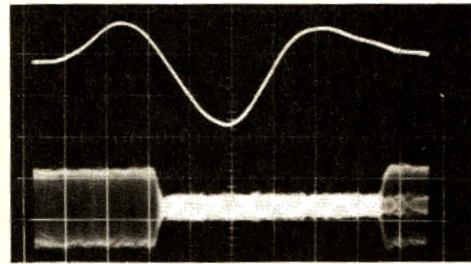
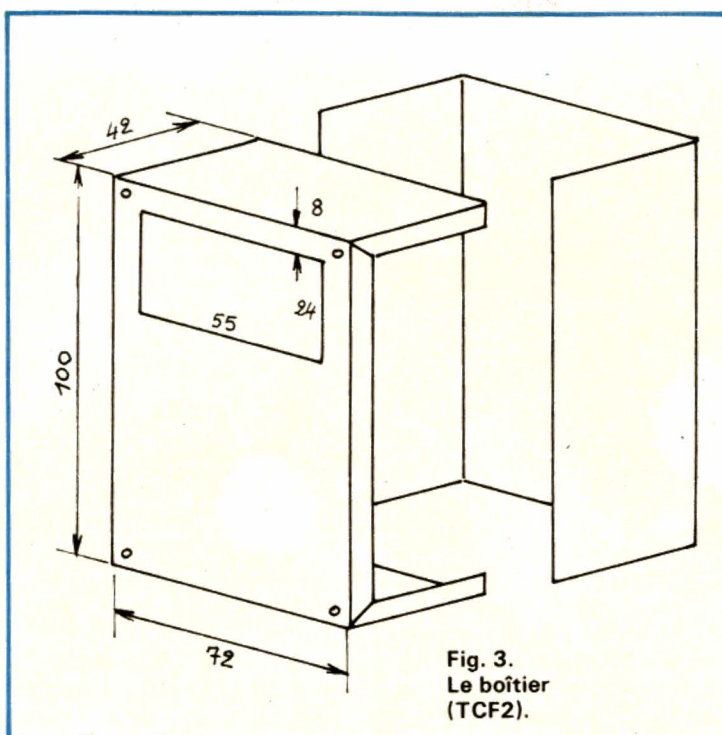

Fig. 12. — Comparaison entre les signaux horaires de France Inter (en haut) et de DCF (en bas), en présence de perturbations.
Fig. 3.
Les figures 12 à 14 illustrent une comparaison entre les signaux horaires « France Inter » et ceux qui sont émis, en AM, par l'émetteur DCF, travaillant avec 50 kW sur 77,5 kHz, et distant de 500 km environ du lieu de réception (région parisienne). Le récepteur pour DCF ne comportait qu'un seul circuit oscillant en dehors de celui de son bâtonnet d'antenne, d'où une bande passante relativement large. Les oscillogrammes mentionnés ont été obtenus par pose pendant 10 secondes environ. Ils représentent donc une superposition d'autant de traces, ce qui permet de bien apprécier leur régularité.
Cette régularité semble, dans le cas de la figure 12, meilleure pour France Inter (en haut) que pour DCF (en
bler intéressant de faire coïncider le début de la seconde avec un moment de variation plus rapide, comme cela avait été suggéré dans le haut de la figure 3. Le décalage dans le temps qu'on voit, dans les figure 12 à 14, entre France Inter et DCF, semble d'ailleurs indiquer qu'un procédé de ce genre avait été mis en application, au moment des émissions d'essai où ces oscillogrammes ont été relevés.
2. Le boîtier (voir fig. 3)